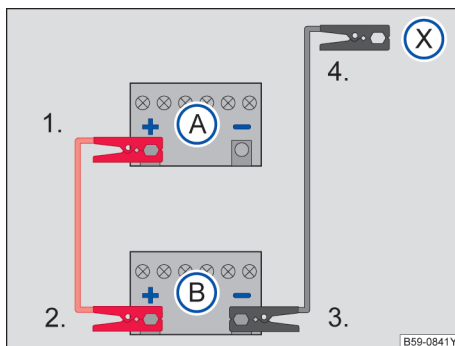

图 216 跨接电缆连接示意图
在→图 216 中，(A) 表示无电蓄电池，(B) 表示供电蓄电池。